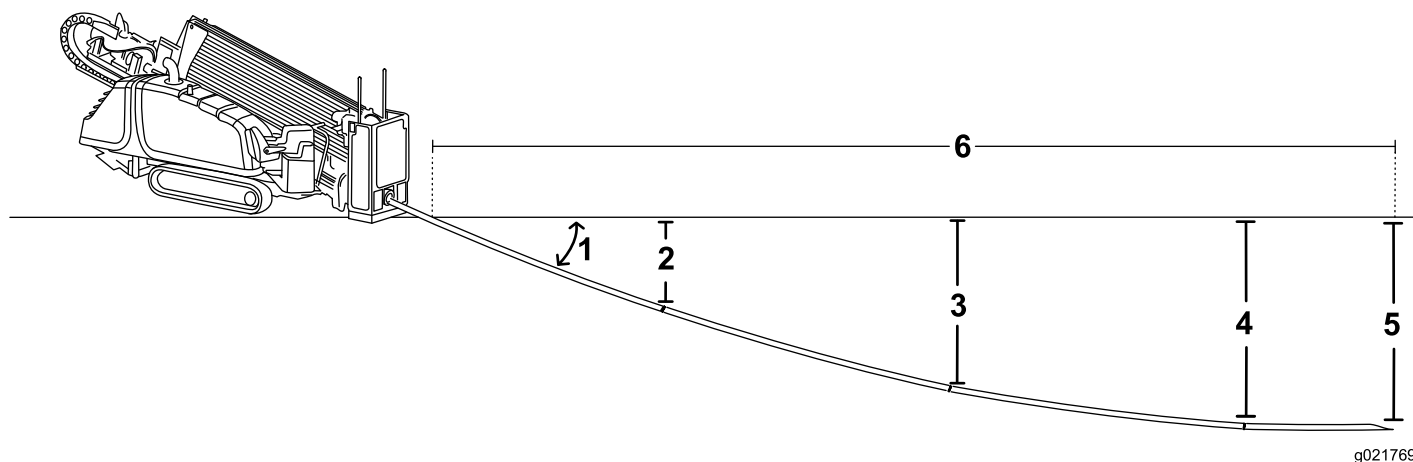

Figure 29
- Vous insérez les premiers 3 m (10 pi) d'outil/tige de forage dans le sol en ligne droite. La fin de l'outil de forage sera à 53 cm (21 po) de profondeur (Figure 29).